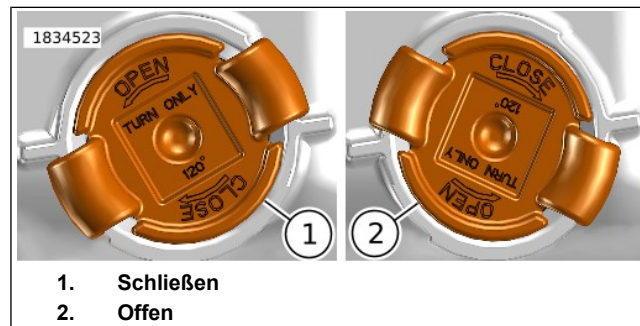

Abbildung 91. Ausrichtung der Ablassschraube
- b. Siehe Abbildung 91. Die Getriebeölablassschraube gegen den Uhrzeigersinn in die geöffnete (2) Position drehen.
- a. Siehe Abbildung 91. Die Getriebeölablassschraube in die geöffnete (2) Position bringen.
- b. Die Getriebeölablassschraube im Uhrzeigersinn drehen, um sie zu schließen (1).